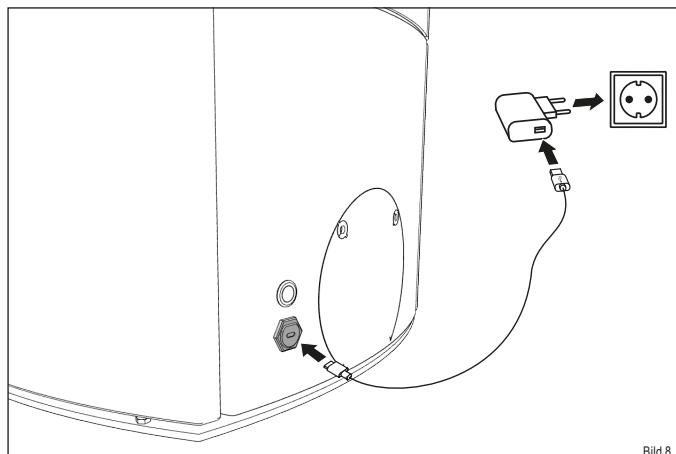

Bild 8
- Verbinden Sie das USB-C Kabel mit dem Anschluss am Ofen und dem Netzstecker (Bild 8).
- Verbinden Sie den Netzstecker mit dem Stromnetz (Bild 8).